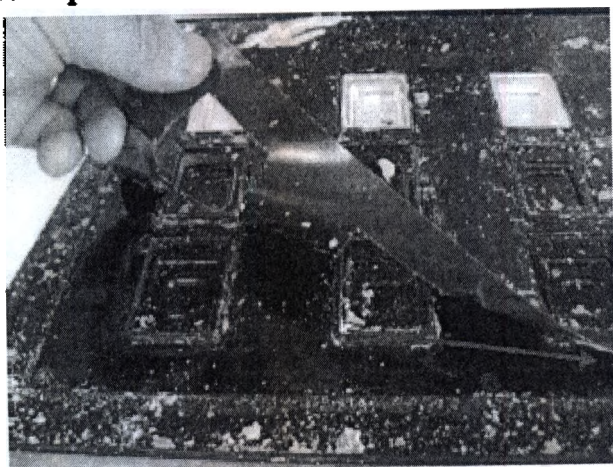

Рисунок 5KK
1. Брызговик крепится к крышке базовой формы с помощью двухсторонней клеящей ленты (рис. 5KK). Снимите брызговик, путем постепенного его отслаивания с конца, не оставляя ленту на покрытии базовой формы. Не бойтесь повредить брызговик. Он не будет использоваться повторно.